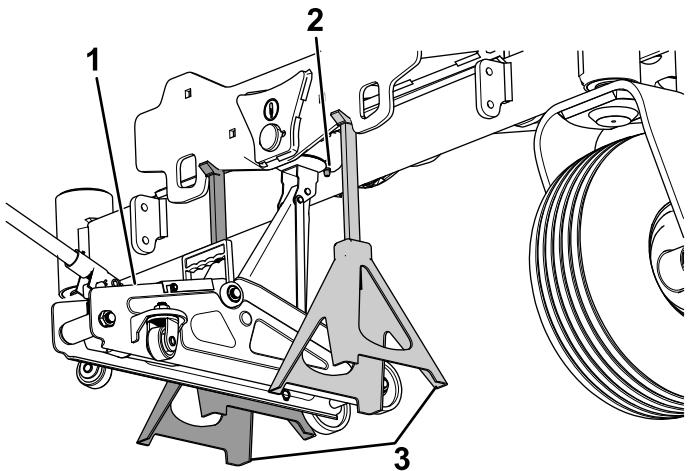

Figure 69
- Avant – centre de l'essieu de la roue pivotante avant, comme montré à la Figure 69.